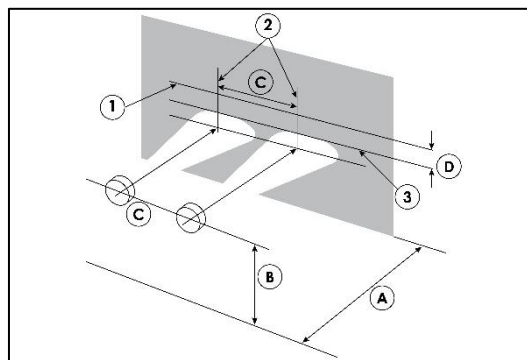

Fig. 326 : RÉGLAGE DES PROJECTEURS AVANT
1. Stationner le tracteur face à un mur ou à un écran, à une distance de 7,5 m (25 ft) (élément A sur la figure 326).
2. Tracer sur le mur ou l'écran une ligne horizontale (l'élément 1 sur la Fig. 326) à la même hauteur que celle du centre des projecteurs par rapport au sol (élément B sur la Fig. 326).
3. Tracer ensuite deux lignes verticales (élément 2 sur la Fig. 326) espacées de la même distance que celle séparant les centres des deux projecteurs (élément C sur la Fig. 326), soit 410 mm (16,14 po).
4. Tracer une deuxième ligne horizontale (élément 3 sur la Fig. 326), à une distance (élément D sur la Fig. 326) en dessous et parallèle à la ligne (élément 1 sur la Fig. 326). La distance (élément D sur la Fig. 326) est calculée en multipliant la distance (élément B sur la Fig. 326) par 0,1 ; par exemple, hauteur du projecteur est de 1130 mm (44,5 po) $\times 0,1 = 113 \text{ mm}$ (4,5 po).
5. Régler chaque projecteur (en feux de route) individuellement, en masquant l'autre, de façon à aligner le bord supérieur de la zone éclairée sur la ligne (élément 3 sur la Fig. 326).